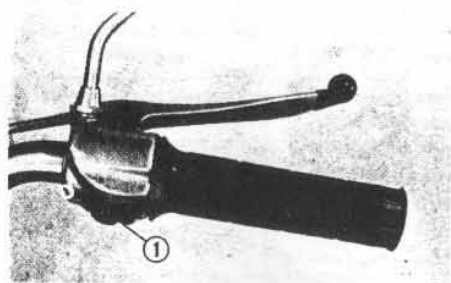

Fig. 117 ① Groot/dimlicht schakelaar
- 3) Controleer de juiste verbindingen en goed contact met de tester in overeenstemming met de hiernavolgende aansluiting en kleurtabel. (Fig. 117)